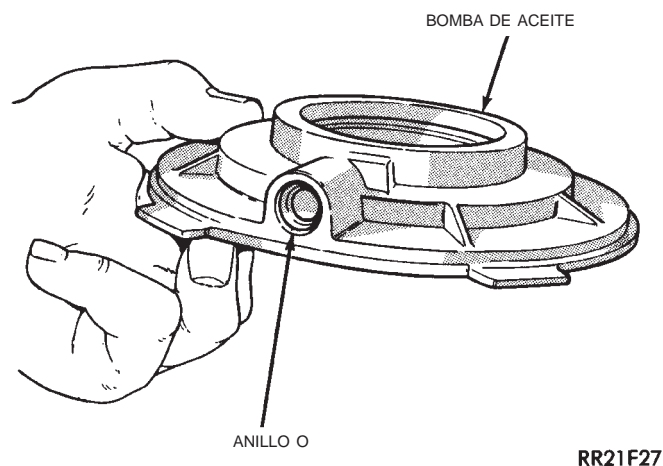

Fig. 14 Localización del anillo O del tubo de absorción
(13) Retire de la bomba de aceite el anillo O del tubo de absorción (Fig. 14), si fuese necesario. No desensamble la bomba, ya que no es una pieza que se pueda reparar.